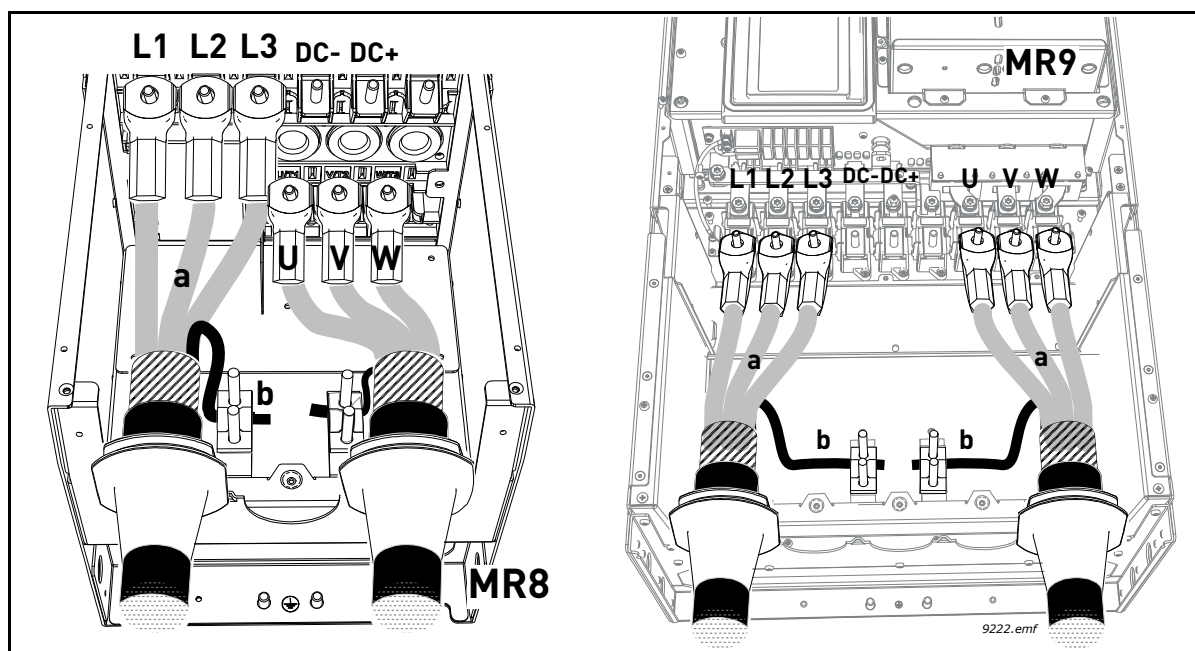

Рисунок 42.
- Оставшиеся части экранов всех кабелей скрутите в "косички" и присоедините к заземлению, как показано на Рис. 42 (b), с помощью зажима из пакета с дополнительными принадлежностями.